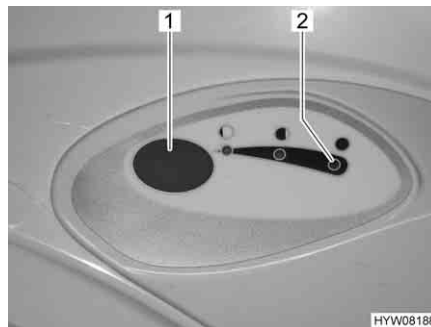

Fig. 191 Bouton pour la chasse d'eau/
- Pour actionner la chasse d'eau, appuyer sur le bouton bleu (Fig. 191,1).
Le voyant de contrôle (Fig. 191,2) s'allume lorsque le réservoir pour matières fécales doit être vidé.